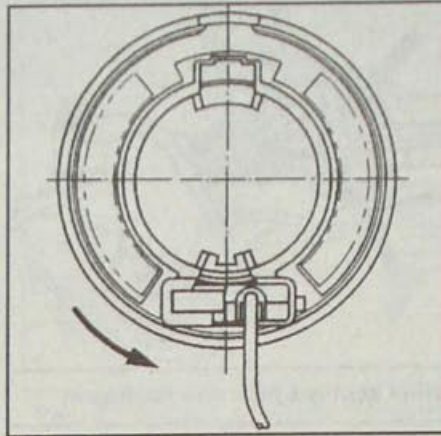

Рис. 9.7. Установка контактного кольца в крайнее положение
- поверните верхнюю часть контактного кольца против часовой стрелки. При приближении к крайнему положению вращение кольца становится затрудненным, при этом не прикладывайте усилий (рис. 9.7);